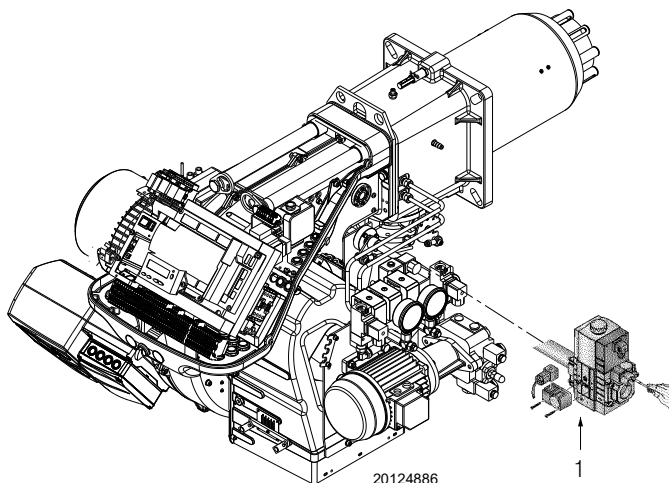

Fig. 38
- Verificați presiunea de alimentare cu gaz prin conectarea unui manometru la punctul de priză de presiune 1)(Fig. 38) al presostatului de presiune minimă a gazului: aceasta trebuie să fie mai mică decât presiunea maximă admisibilă a rampei de gaz indicată pe plăcuța indicatoare.
- Evacuați aerul din conducta rampei de gaz prin conectarea unui tub de plastic la priza de presiune 1)(Fig. 38) a presostatului de presiune minimă a gazului. Scoateți țeava de ventilație în afara clădirii până la detectarea mirosului de gaz.